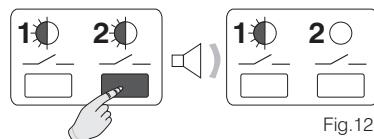

Fig.12
- Maintenir enfoncée la **touche** du canal à exclure du "Master" (Ex: canal 2) jusqu'à l'émission d'un seul signal sonore, puis la relâcher. La **LED** du canal est éteinte et le canal ne dépend plus du domaine du "Master" (fig.12).